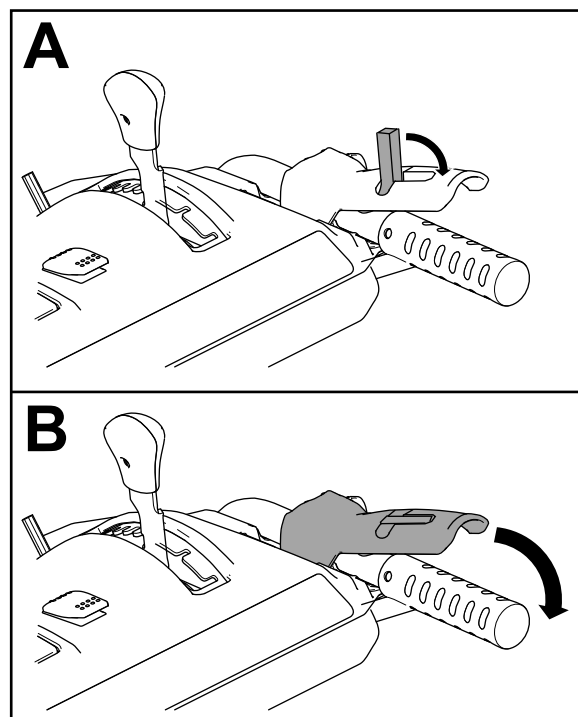

Figura 23
1. Para engranar la transmisión del sinfín/impulsor, mueva hacia atrás el interruptor de bloqueo de la palanca, y a continuación, apriete la palanca derecha (sinfín/impulsor) contra la empuñadura (Figura 23).